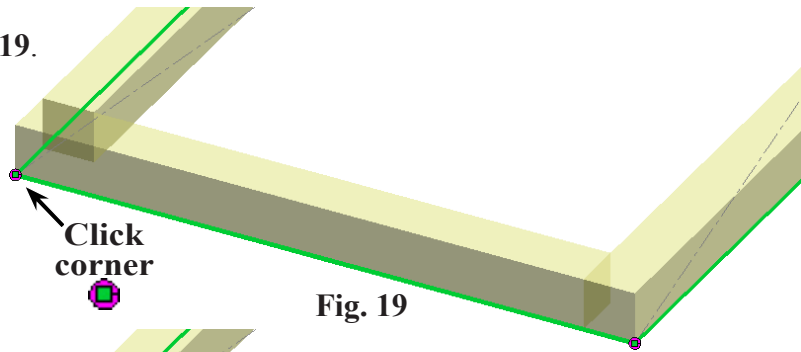

Fig. 19
Step 11. Click the left corner , Fig. 19.